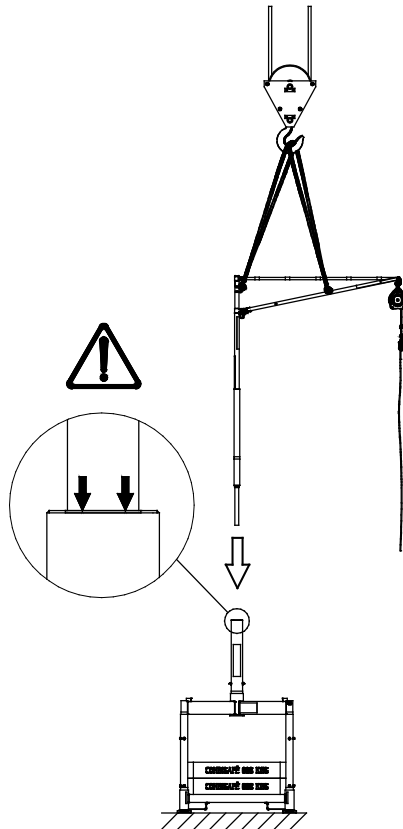

Abbildung 30. Platzieren des SkyReach in der Oberen Stütze 4.7. Achten Sie auf die Kranbewegungen, um Verletzungen zu vermeiden.
11. Verwenden Sie einen Kran, um den montierten SkyReach-Anker anzuheben und auf die obere Stütze 4.7 oder den SkyReach Anschlussadapter 5.9 herabzulassen, bis er vollständig eingerastet ist. Verwenden Sie bei Bedarf den Teleskophaken, um den SkyReach in die richtige Position zu lenken. Stellen Sie sicher, dass der SkyReach in der korrekten Länge eingesetzt wird. Beachten Sie dabei das Etikett zur Einsatzkennzeichnung. Der obere Rand der Hülse muss auf den unteren Rand des Etiketts ausgerichtet sein. Siehe Abbildung 30.